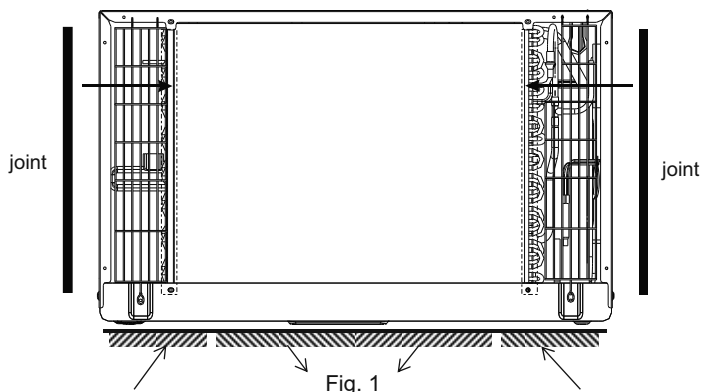

Fig. 1
1. Installer 2 joints (1 po x 3/8 po x 14 po), comme à la Fig. 1.